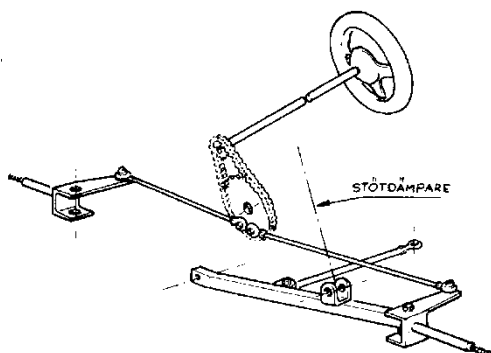

Fig. 4. Exempel på konstruktion av styrinrättning och hjulupphängning fram.
- Länkar för fram- och bakhjulsupphängning är fria. Dock ska bakhjulsupphängningen vara konstruerad som en enhet, d.v.s. att de båda länkarna inte får vara ledade mellan varandra (Se Fig.4 och 5). Inga detaljer får vara tillverkade i annat material än stål/järn.
- Styrning ska ske med ratt. I övrigt är konstruktionen fri (Se CK-T 2.2, Fig.4). Styrinrättning ska vara effektiv d.v.s. snabbt och säkert verkande.